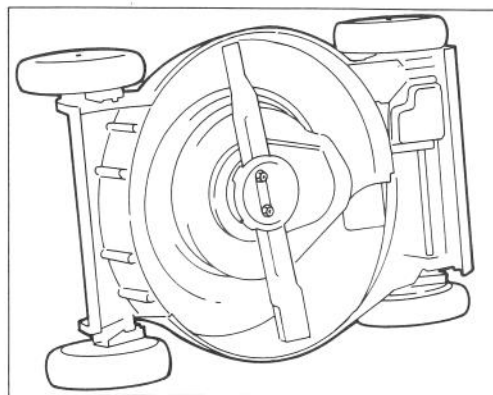

Figure 23
3. Inclinez la tondeuse sur le côté gauche (Fig. 23).